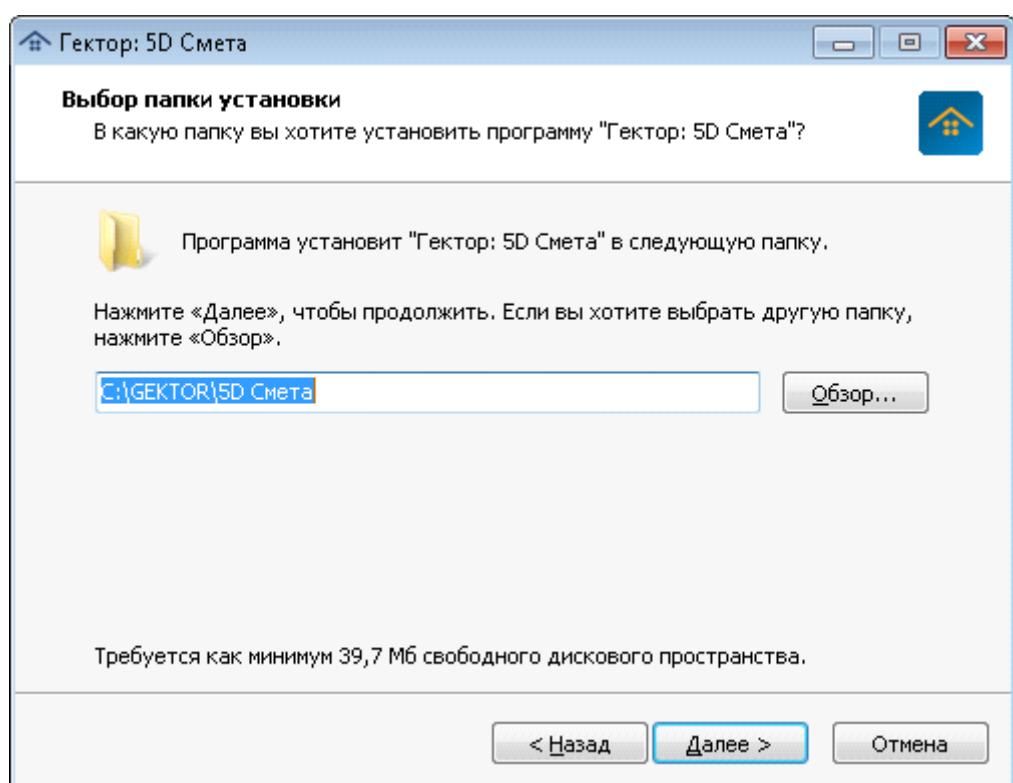

Рис. 3. Выбор папки установки
- Выбрать папку, в которую будет установлена программа (рис. 3). По умолчанию предлагается папка **C:\GEKTOR\5D Смета**. При желании данную папку и/или диск можно изменить.